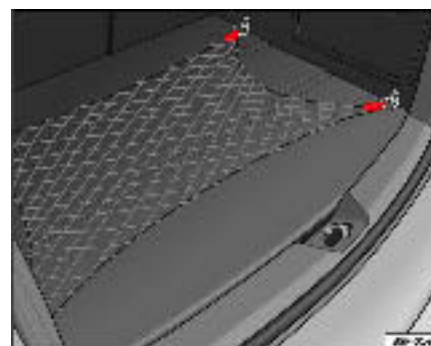

Fig. 107 Filet de rangement du coffre à bagages ▶
- Utilisez les anneaux d'amarrage existants sur les côtés du coffre à bagages pour fixer le filet de rangement ⇒ fig. 107.